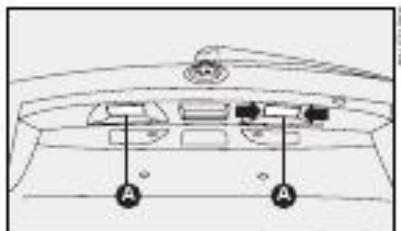

fig. 47
LUZ DE PLACA figs. 47 e 48
1) retirar os refletores **A**-fig. 47 utilizando uma chave de fenda nos pontos indicados pelas setas **fig. 47**;